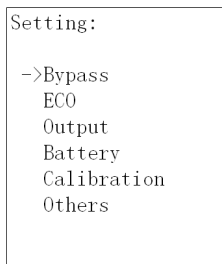

Рисунок 20 – Внешний вид пункта главного меню «Setting»
9.1.4 «Setting» - Установка параметров. Пункт главного меню, содержащий шесть вкладок, позволяющих изменить заводские уставки параметров ИБП (рисунок 20).